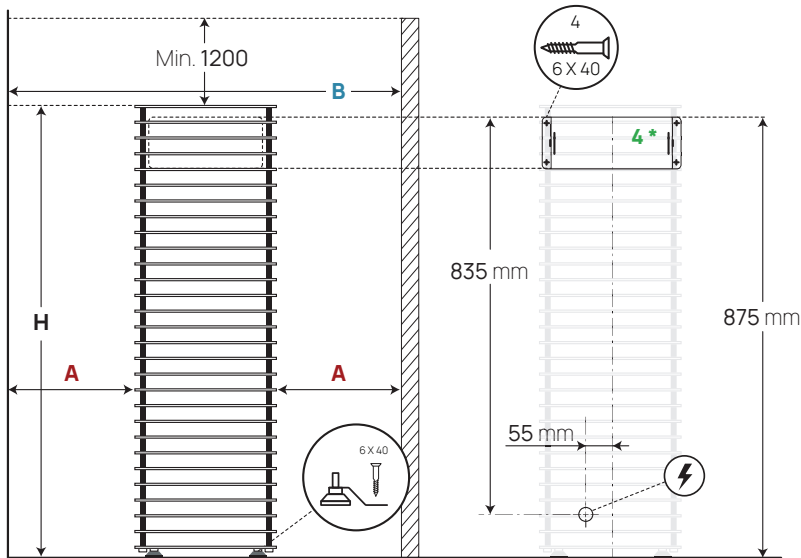

Рисунок 1. Размещение каменки
- Модели **HUUM CLIFF 6, 9 и 11** крепятся к полу с помощью включенных в комплект кронштейнов. Установите кронштейн на ножку каменки, как показано **на рис. 1**, и закрепите его винтом (рекомендуется мин. 6 x 40 мм), соответствующим конструкции вашего пола.
- Прикрепите модель **HUUM CLIFF Mini 4** к стене парной с помощью панели для крепления к стене, входящей в комплект поставки. См. **Рисунок 1**.